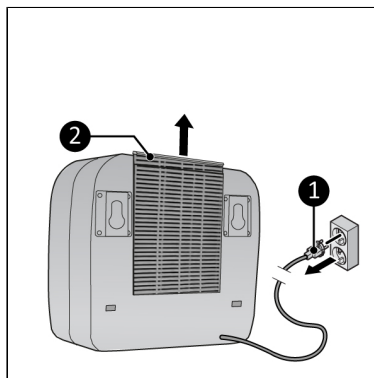

Figura 80.
- la spina sia stata rimossa (Figura 80, pos. 1) dalla presa di corrente.
2. Solleva il telaio (Figura 80, pos. 2) e rimuovi il filtro.